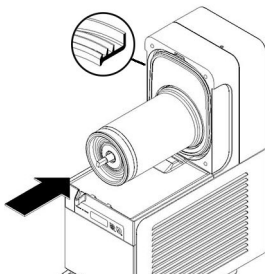

figura 14
**3** Ensamble el grifo en el recipiente, siguiendo la secuencia inversa con respecto a la de desmontaje (ver figura 14).
**4** Coloque en su alojamiento la junta estanca del recipiente. **NOTA:** La aleta de mayor diámetro se debe apoyar en la pared trasera (ver figura 14).